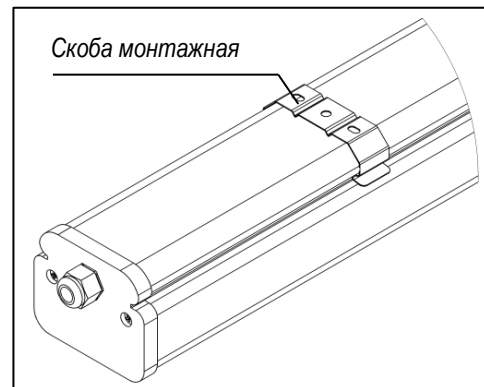

Рисунок 1
- 5.2 Закрепить монтажные скобы (рисунок 1) к опорной поверхности. При креплении монтажных скоб использовать метизы соответствующие типу опорной поверхности (в комплект поставки не входят).